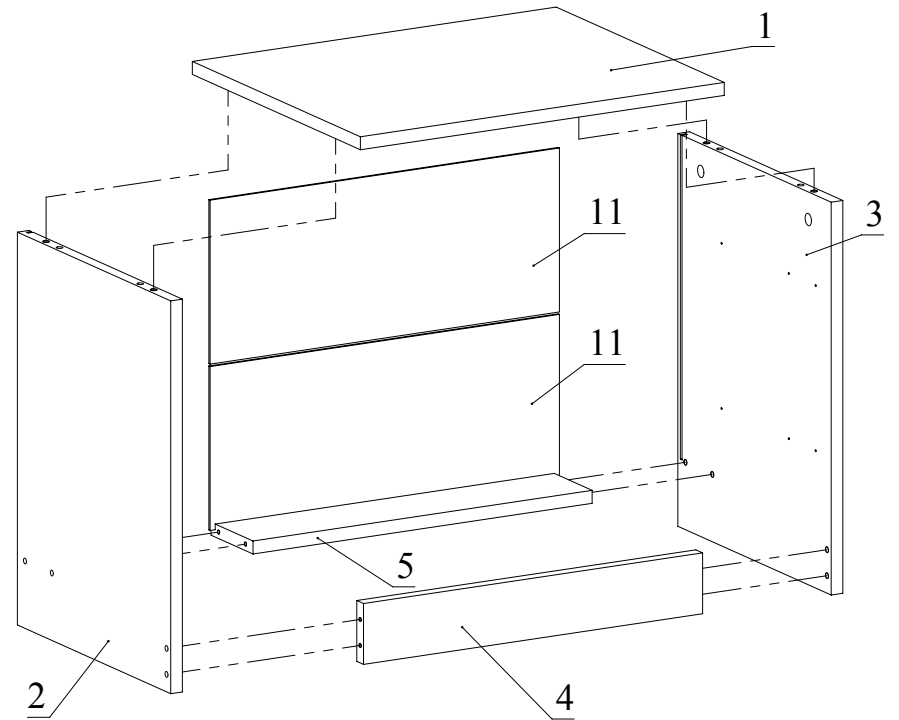

Рис.7
7. Соедините между собой детали 1, 2, 3 и затяните головки минификсов конфирматным ключом, конфирматами притяните деталь 4 к деталям 2, 3, вставьте ДВП 11 соединив их планкой для ДВП, прикрепите конфирматами деталь 5, вбейте подпятники (Рис. 7).